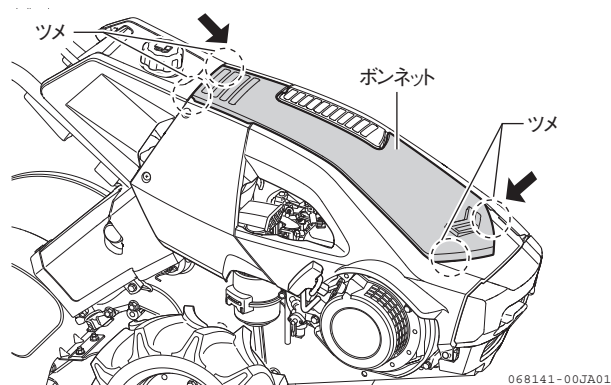

図 4-42 ボンネット
1. ボンネットを外します。(ツメ:4カ所) (図 4-42)